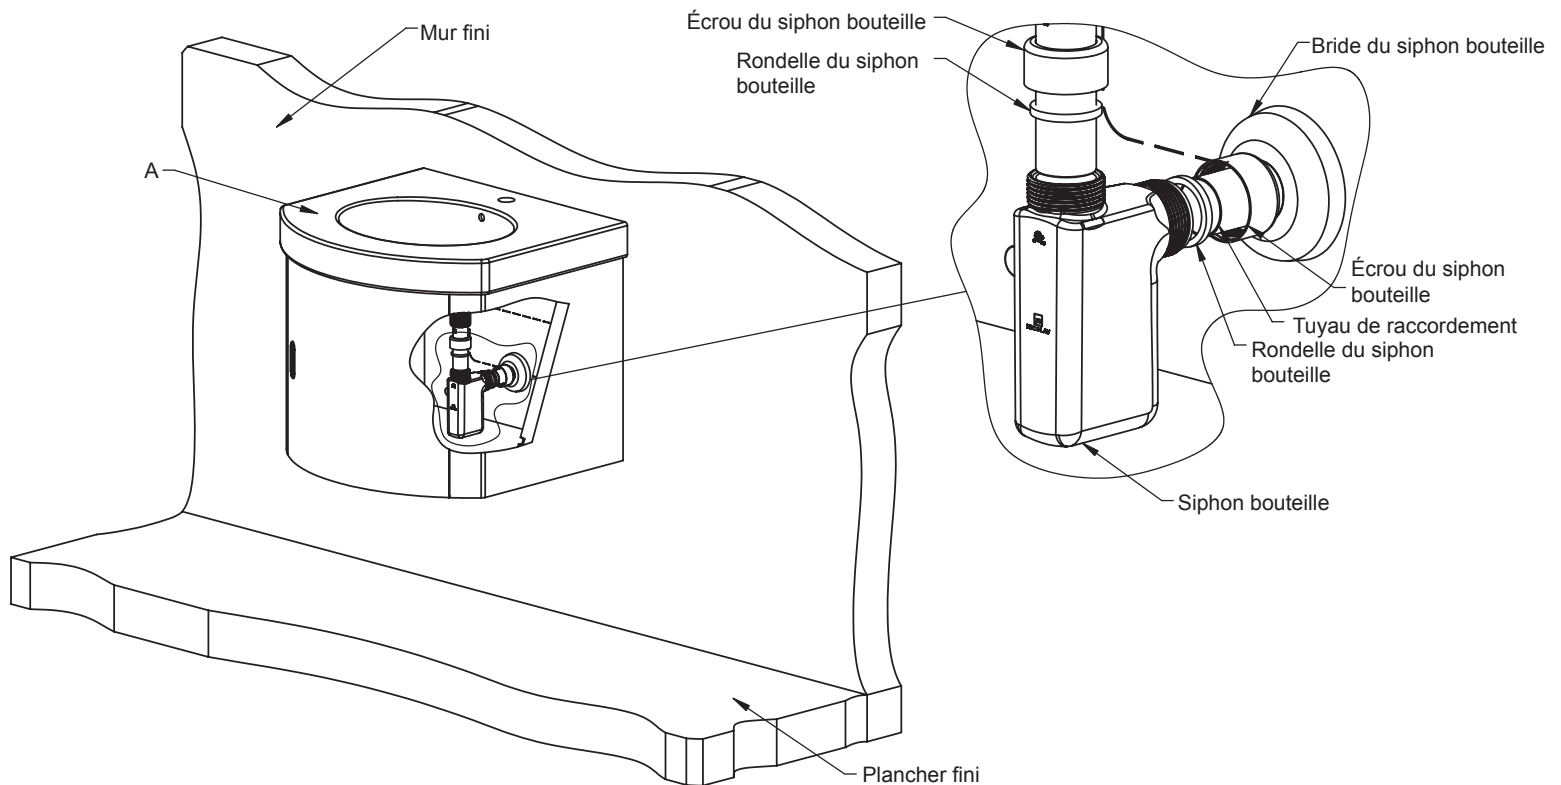

Figure 6
- Reportez-vous à la **figure 6**.
- o Reportez-vous à la **figure 6**.